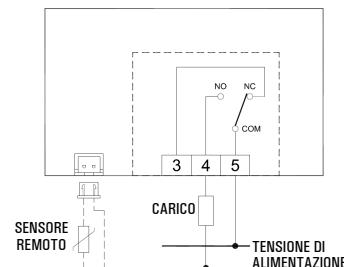

Fig. 7
- 5 Eseguire i collegamenti elettrici, seguendo gli schemi di collegamento di Fig. 7 e 8.